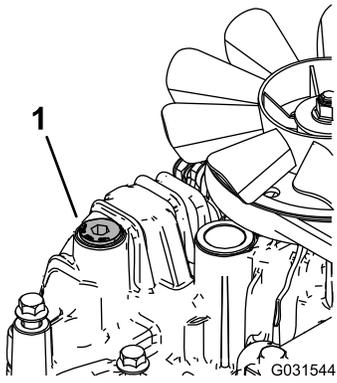

Figure 79
11. Dévissez le bouchon d'aération sur chaque transmission pour qu'il soit desserré et ballotté (Figure 79).